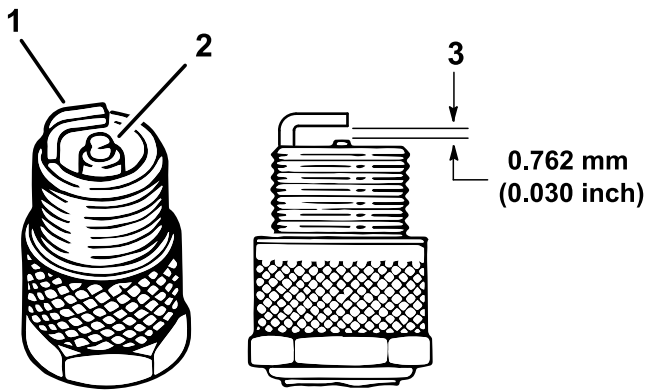

図 46
4. 電極(側面と中央)と碍子の状態を点検する(図 46)。
5. 図 46 のように、電極間のエアギャップを 0.762 mm に調整する。